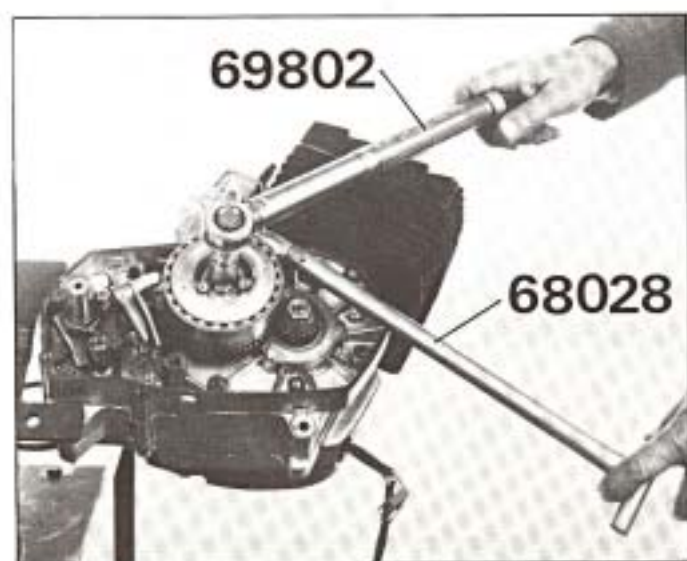
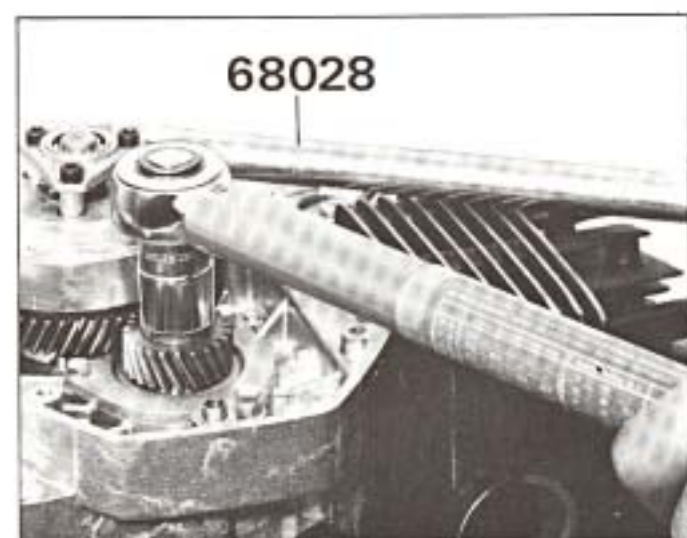

Fig. 14
Fig. 15
- Effectuer le serrage de la vis de fixation embrayage (figure 14) à un couple de 2,5 m.kg et de l'écrou du pignon moteur (figure 15) à un couple de 3,5 m.kg puis mettre en place la butée d'embrayage.